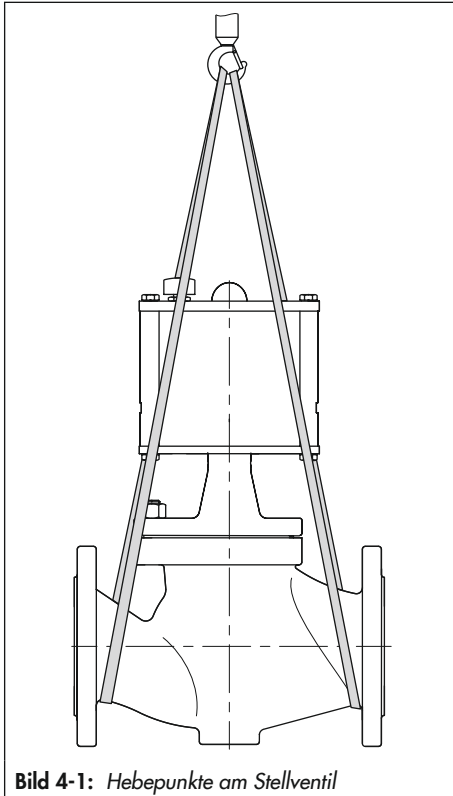

Bild 4-1: Hebepunkte am Stellventil
- Als Tragmittel einen Haken mit Sicherheitsverschluss verwenden (vgl. Bild 4-1), damit die Anschlagmittel beim Heben
1. Je eine Hebeschlinge an den Flanschen des Gehäuses und am Tragmittel (z. B. Haken) des Krans oder Gabelstaplers anschlagen, vgl. Bild 4-1.